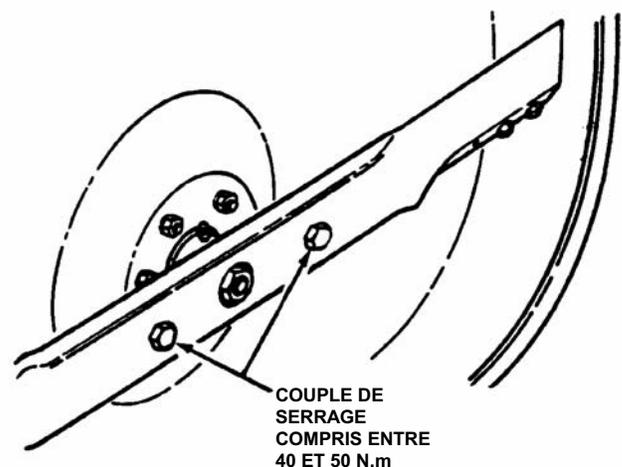

FIGURE 3.2
4. Vérifiez le couple de serrage du boulon de maintien de la lame. Ajustez-le si nécessaire, il doit être compris entre 40 et 50 N.m. Voir la figure 3.2.